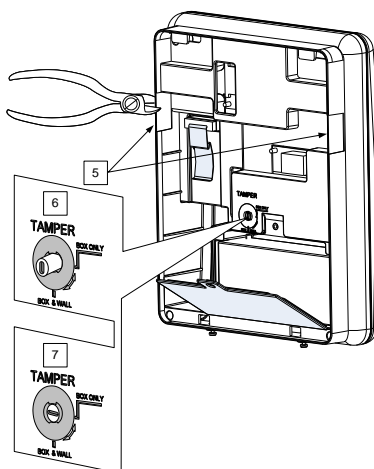

Figure 4 : Installation murale
- 2.** Maintenez, tel un modèle, le support de fixation contre le mur et inscrivez l'emplacement des orifices de montage (5 orifices de montage élément 1, et un trou supplémentaire pour sécuriser la protection d'autoprotection élément 2, sont disponibles, voir Figure 4).
- a. Configuration boîtier et mur, (voir 6, Figure 4) - Activation du contact d'autoprotection à l'ouverture de l'Agility ou en cas d'arrachement de l'Agility du mur.
- b. Configuration boîtier seul (voir 7, Figure 4) - Activation du contact d'autoprotection à l'ouverture de l'Agility.
2. Selon l'emplacement du câble réseau, dirigez et insérez le câble dans les ouvertures (voir Figure 4).
3. Si nécessaire, retirez les ouvertures pour les câbles (5, Figure 4) pour permettre le passage du câble.